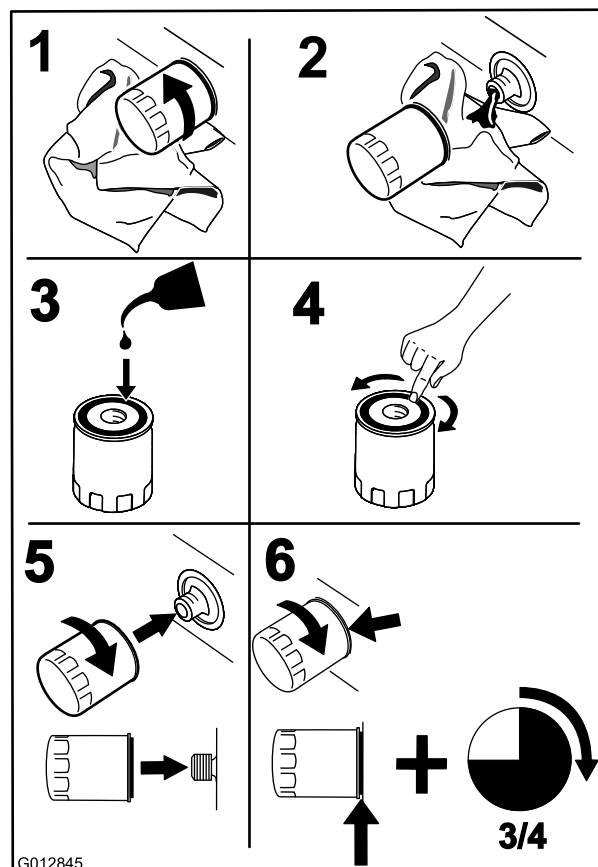

Figura 48
3. Substitua o filtro do óleo do motor (Figura 48).